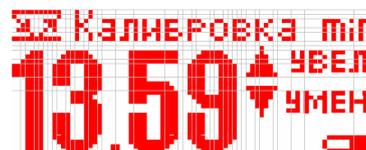

Рис.7
3.3.4 Метка “Калибровка”. Отображаемый на индикаторе вид метки для разных исполнений приводится на рис.6 и рис.7 (В исполнении Булат-5 и Булат-5У дополнительно обозначается на шильде над индикатором в виде сокращения КАЛИБР)